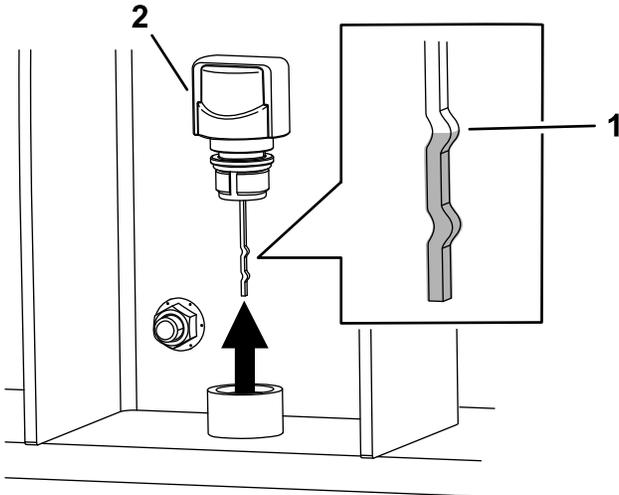

Figure 33
- Nettoyez la surface autour du reniflard (Figure 33).
- Retirez le reniflard (Figure 33).
- Ressortez la jauge et vérifiez que le liquide atteint le cran supérieur (Figure 33). Remettez le reniflard en place.
Remarque: Le niveau de liquide doit atteindre le cran supérieur sur la jauge du reniflard (Figure 33)